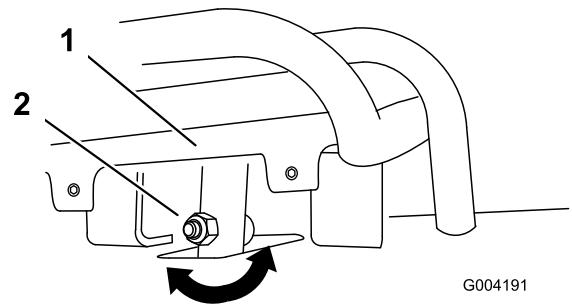
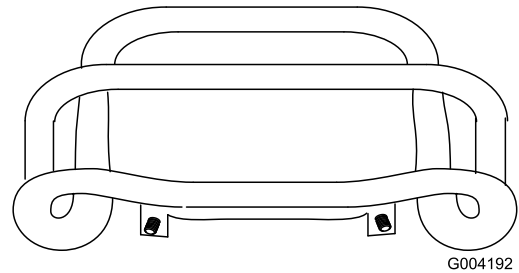

Figura 53
Figura 54
4. Se la parte anteriore del comando della trazione non rimane dritta e a filo con la barra di riferimento, allentate il dado flangiato e imbullonate lo stelo del comando della trazione (Figura 53).
5. Regolate il comando della trazione in modo che rimanga a filo con la barra di riferimento quando viene tirato all'indietro (Figura 53 e Figura 54).
- C. Allentate il dado flangiato e il bullone nello stelo del comando della trazione (Figura 53).
- I. Regolate il comando della trazione in modo che rimanga a filo con la barra di riferimento quando viene tirato all'indietro (Figura 53 e Figura 54).